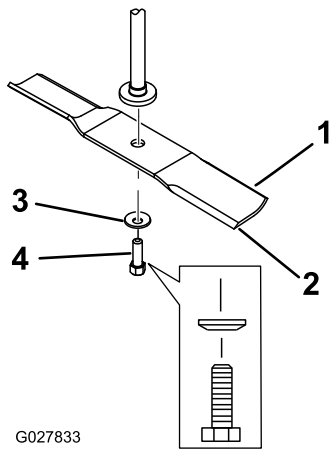

Figura 65
2. Retire a cavilha da lâmina, a anilha curva, e a lâmina do eixo (Figura 65).
- Instale lâmina no eixo (Figura 65).
- Instale a anilha curva (lado oval virado para a lâmina) e o parafuso da lâmina (Figura 65).